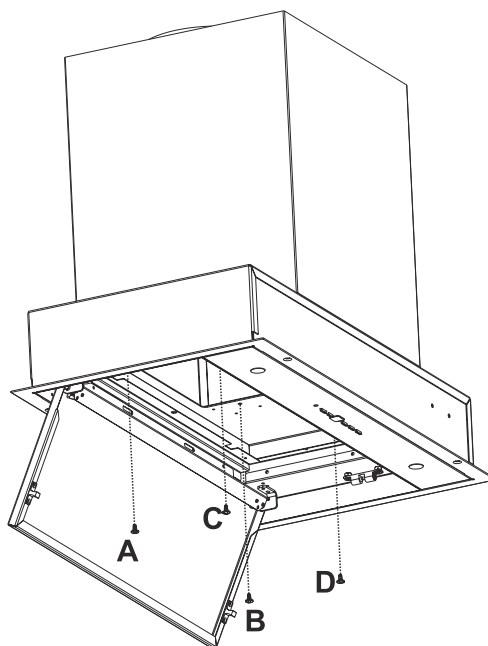

Fig. 21
- 3.** ➔ Fjern skruerne som sidder i punkterne A, B, C & D der holder motorkabinettet fast. Fjern derefter motorkabinettet. (Fig. 21).